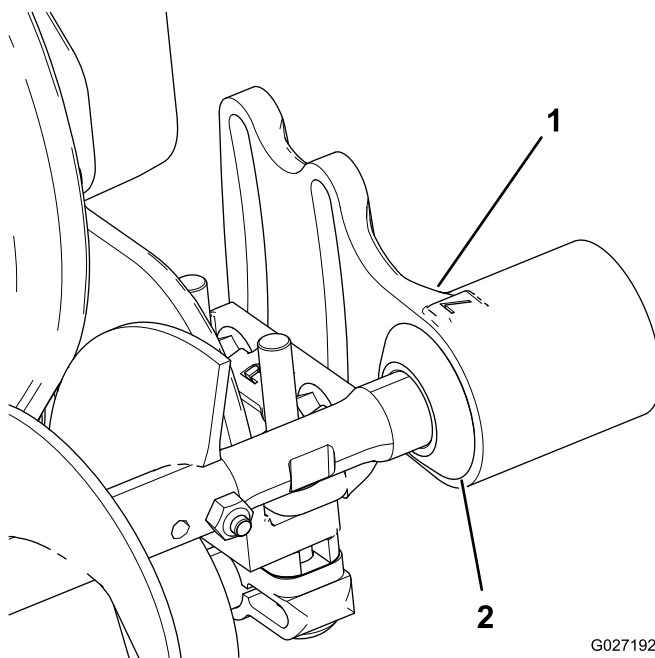

Bild 7
1. Schieben Sie jede Abschlussdichtung nach außen, bis die Lippendichtungen gerade jedes Lagergehäuse berühren (Bild 7).